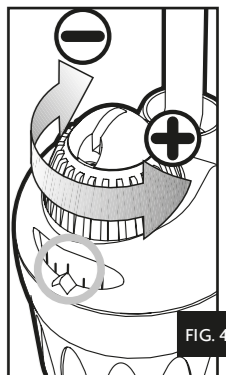

FIG. 4
- 3- Turn the blue control knob until the desired temperature shows up in the scale window (fig. 4). Leave the heater to stabilise for about one full day and check the temperature of the water with a precision thermometer.
- 3- Tourner le bouton de réglage jusqu'à ce que la valeur choisie soit en face du point de repère (fig. 4). Laisser fonctionner pendant 24 heures. Prendre la température avec un thermomètre de précision.
- 3- draai de blauwe draai regelbaar om het gewenste water temperatuur te kiezen (afb. 4). Laat u de staafverwarming minimaal gedurende 24 uren draaien, controleer dan het watertemperatuur doormeed een precisie thermometer.
- 3- Gire el botón de regulación hasta que el valor seleccionado esté frente al punto de referencia (fig. 4) Déjelo funcionar durante 24 horas. Tome la temperatura con un termómetro de precisión.